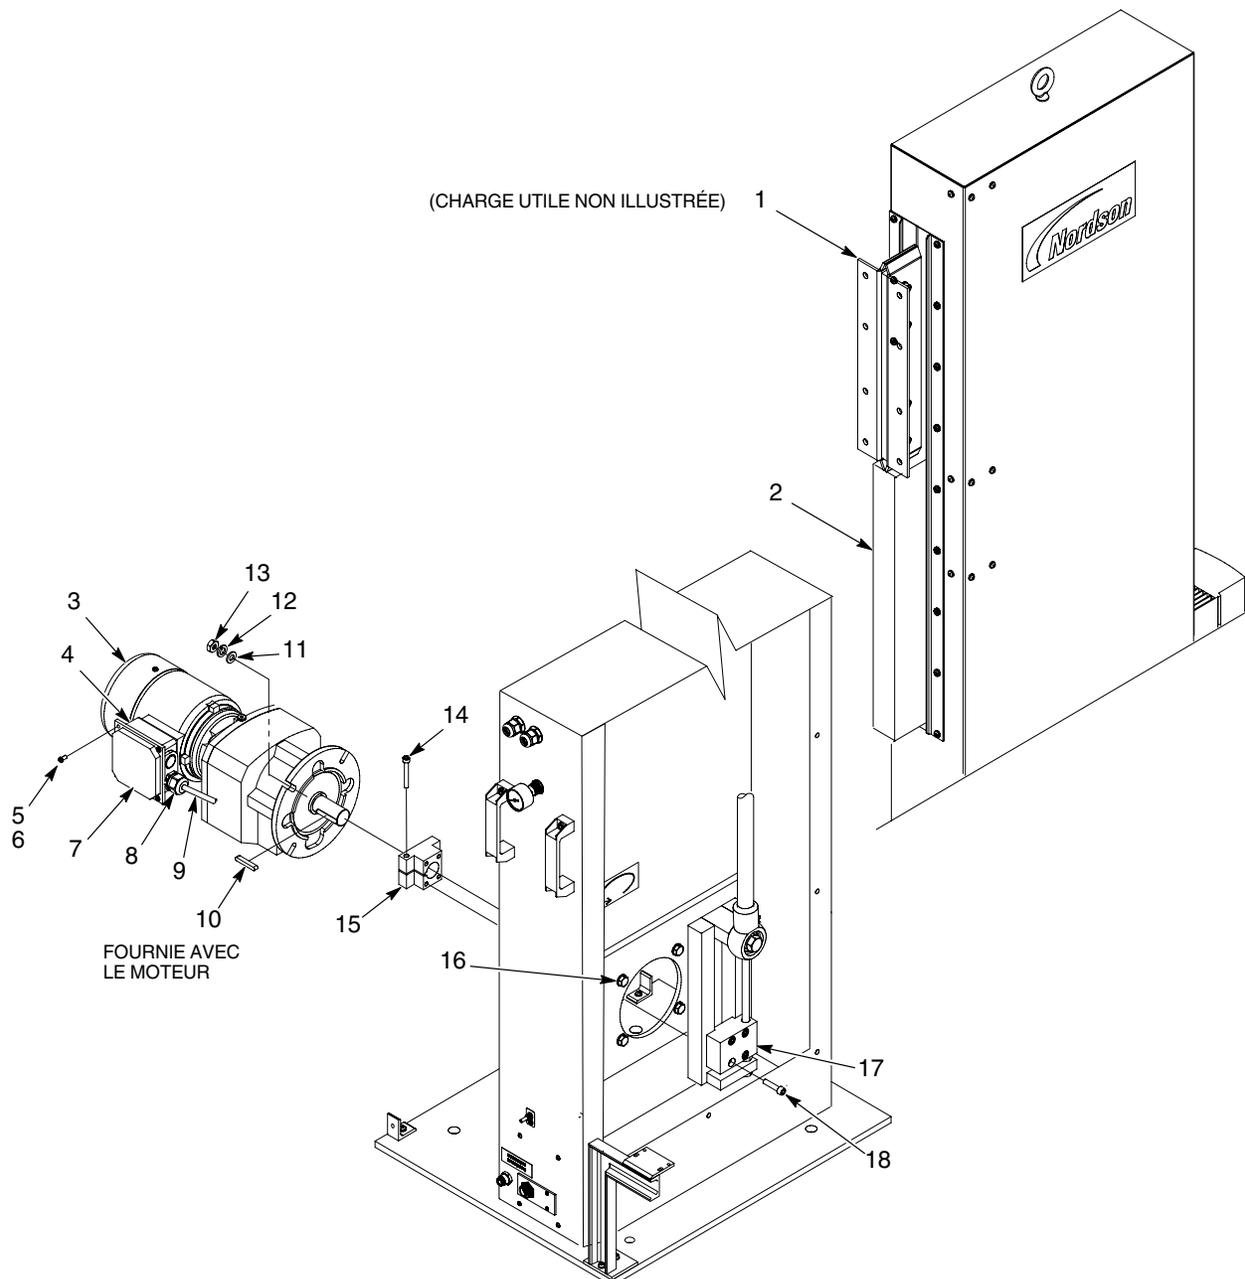

Fig. 14 Remplacement du motoréducteur
1. Voir la figure 14. Amener le chariot à pistolet (1) en position haute de la course. Bloquer le chariot à pistolet (1) à l'aide d'une cale comme illustré (2).
- a. Retirer les vis (5) et les rondelles freins (6) qui fixent le capot (7) au coffret de raccordement (4).
- c. Retirer l'anti-traction du câble (8) et le conserver pour le réutiliser sur le nouveau motoréducteur.
- d. Débrancher les fils dans le coffret de raccordement (4). Tirer prudemment le câble (9) hors du coffret de raccordement.
4. Retirer les vis (18) qui fixent le bras de torsion (17) au bloc de l'arbre (15). Lever le bras de torsion et le pivoter sur le côté.
5. Retirer les écrous (13), les rondelles frein (12) et les rondelles (11) qui fixent le motoréducteur (3) aux goujons de fixation (16). Retirer le motoréducteur de l'oscillateur.
6. Desserrer la vis (14) sur le bloc de l'arbre (15). Retirer le bloc de l'arbre du motoréducteur (3).
**REMARQUE** : Vérifier les longueurs de l'ancienne et de la nouvelle clavettes d'arbre (10). Si la nouvelle clavette d'arbre est plus longue que l'ancienne, la raccourcir ou utiliser l'ancienne.